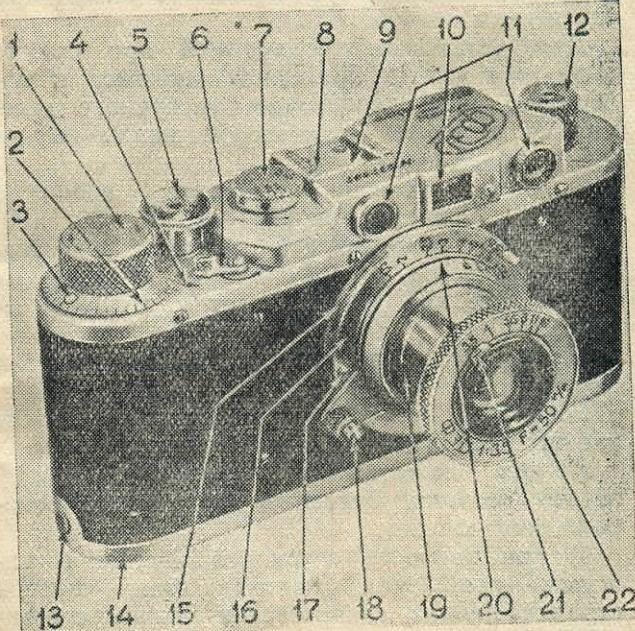
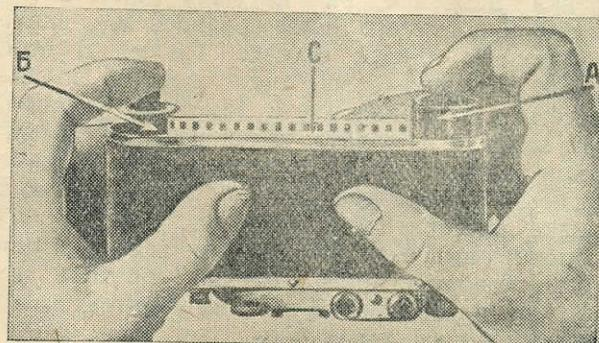
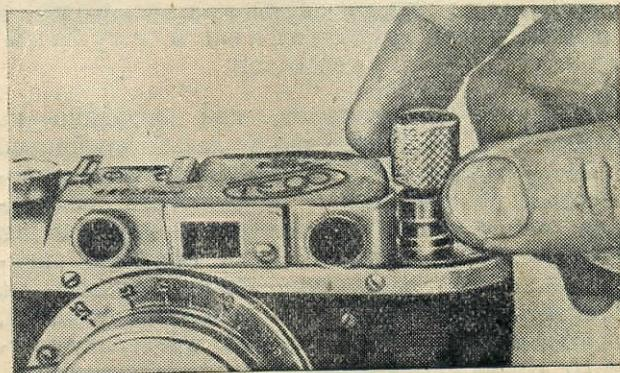

Рис. 2
Рис. 12
Рис. 13
2. Внешние детали механизма фотоаппарата и управление ими (см. рис. 2)
Проверьте в каком положении находится выключатель механизма затвора (6 на рис. 2). Затвор должен быть включен. Повернув заводную головку шторного затвора до отказа, заведите затвор и поставьте камеру объективом от себя.
Возьмите кассету «А» в правую руку, катушку «Б» в левую, введите пленку в прорез «С», равномерно опуская катушку и кассету в их гнезда (рис. 12). При опускании следите, чтобы конец пленки не выдернулся из-под пружины катушки. Если кассета не опускается на свое место, поверните головку обратной перемотки пленки (12 на рис. 2).
Установите нулевое деление шкалы счетчика снятых кадров (2 на рис. 2) против указателя (4 на рис. 2), для чего поверните лимб против направления стрелки на головке завода.
Для перемотки выключите механизм завода затвора, для чего нажмите на спусковую кнопку (объектив должен быть закрыт крышкой), поверните выключатель механизма затвора (б на рис. 2) к букве «В». Поднимите вверх головку для перемотки заснятой пленки (12 на рис. 2) и вращайте ее по направлению стрелки, выгравированной на ее торце (рис. 13).
Окончание перемотки определяется по усилию, которое потребуется приложить для выдергивания пленки из катушки приема заснятой пленки, а также по прекращению вращения защитной гайки спусковой кнопки (5 на рис. 2). После выдергивания конца пленки поверните головку еще на 2—3 оборота, откройте аппарат, как было указано ранее, и выньте кассету.
Выключатель механизма затвора (6 на рис. 2) поверните в исходное положение до упора и заведите затвор, после чего аппарат может быть заряжен вновь.